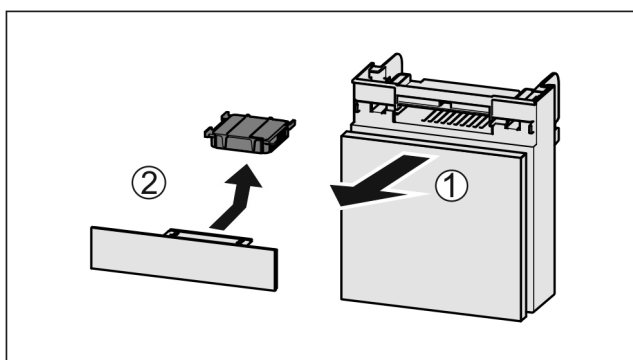

Fig. 155
- ▶ Vyťahnite zásuvku smerom dopredu Fig. 155 (1).
- ▶ Vyberte aktívny uhlíkový filter Fig. 155 (2).